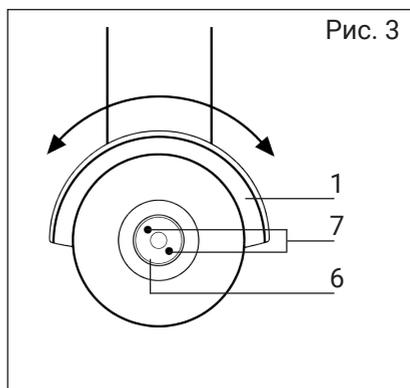

Рис. 3
- установить накидной ключ (идет в комплекте) на два отверстия (Рис. 3, поз. 7) внешнего фланца (Рис. 3, поз. 6) и открутить его;